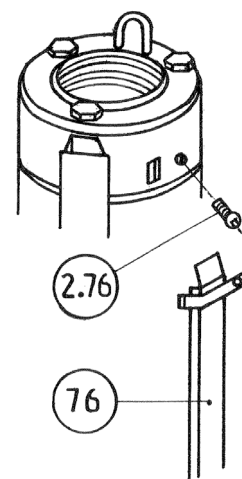

fig. 6
- Dévisser la vis (2.76) de fixation du protège-câble et retirer le protège-câble (76) (fig.6).